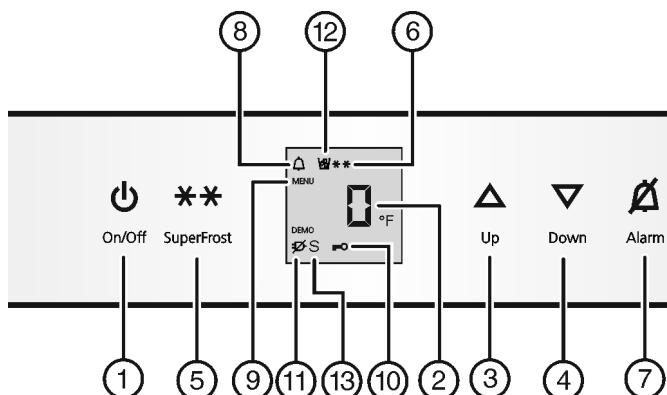

Fig. 2
- Pulse la tecla On/Off Fig. 2 (1).
- Activación del modo de ajuste: pulse la tecla SuperFrost Fig. 2 (5) durante 5 seg. aproximadamente.
- ▷ El símbolo de menú Fig. 2 (9) se ilumina.
- Utilice la tecla de ajuste Up Fig. 2 (3)/ la tecla de ajuste Down Fig. 2 (4) para seleccionar *****.
- Confirmación: Pulse la tecla SuperFrost Fig. 2 (5) brevemente.
- Utilice la tecla de ajuste Up Fig. 2 (3)/ la tecla de ajuste Down Fig. 2 (4) para seleccionar °F o °C .
- Desactivación del modo de ajuste: Pulse la tecla On/Off Fig. 2 (1).
- Activar el modo de ajuste: pulse la tecla SuperFrost Fig. 2 (5) durante aprox. 5 s.
- Con la tecla de ajuste Up Fig. 2 (3) o la tecla de ajuste Down Fig. 2 (4), seleccione **c**.
- Pulse brevemente la tecla SuperFrost Fig. 2 (5) para confirmar.
- Para activar el bloqueo contra la manipulación por niños, pulse brevemente la tecla SuperFrost Fig. 2 (5).
- ▷ El símbolo del bloqueo contra la manipulación por niños Fig. 2 (10) se ilumina. En el indicador parpadea **c**.
- Para desactivar el bloqueo contra la manipulación por niños, pulse brevemente la tecla SuperFrost Fig. 2 (5).
- ▷ El símbolo del bloqueo contra la manipulación por niños Fig. 2 (10) se apaga. En el indicador parpadea **c**.
- Desactivar el modo de ajuste: pulse la tecla On/Off Fig. 2 (1).
- Pulse la tecla Alarm Fig. 2 (7).
Simultáneamente, parpadea la indicación de temperatura y el símbolo de alarma Fig. 2 (8).
El tono de aviso se desactiva automáticamente, el símbolo de alarma Fig. 2 (8) se apaga y la indicación de temperatura deja de parpadear cuando la temperatura vuelve a descender lo suficiente.
- Pulse la tecla Alarm *Fig. 2 (7)*.